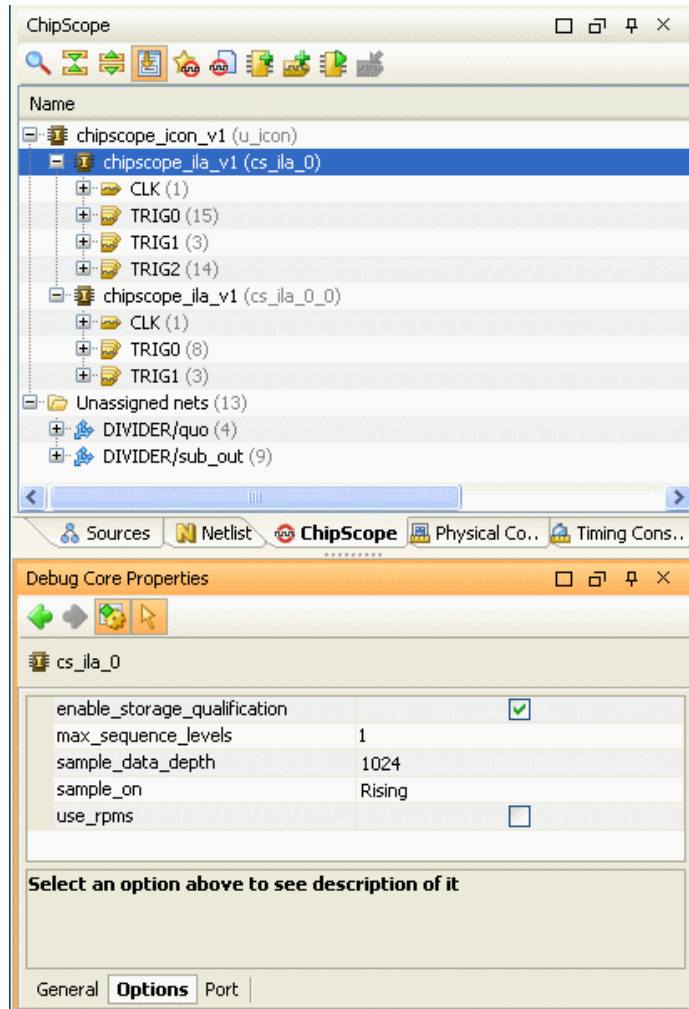

図 12-11 : デバッグ コアのパラメータ
2. 図 12-11 のように、[Properties] タブで [Options] をクリックしコア パラメータを設定します。